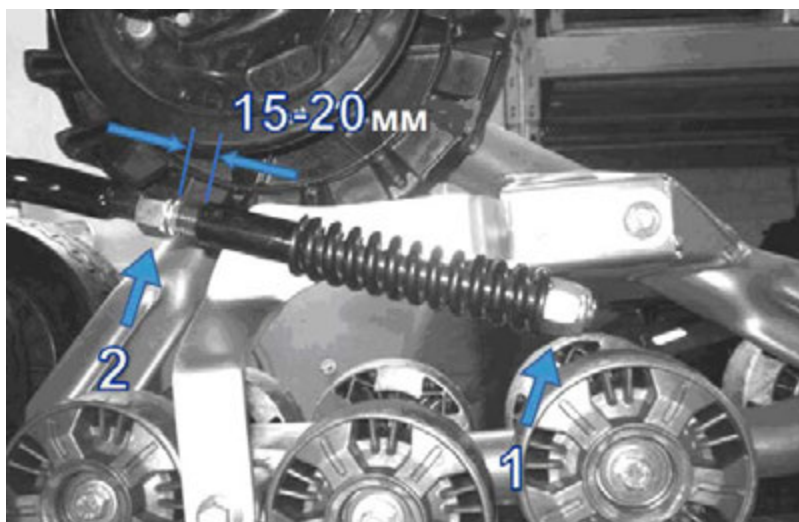

Рис. 8. Удлинение резьбы
- Ослабить гайку (поз.1) упорной пружины выравнивающей штанги (см. рис. 8).
- Отогнуть гайку (поз.2) на расстояние 15-20 мм от муфты, как показано на рис. 8.